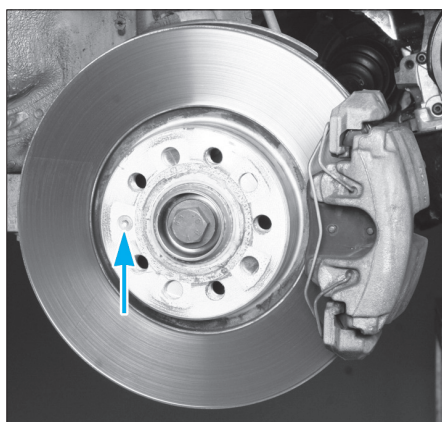

Fig. 9
• Déposer la vis du disque de frein puis celui-ci (Fig.9).